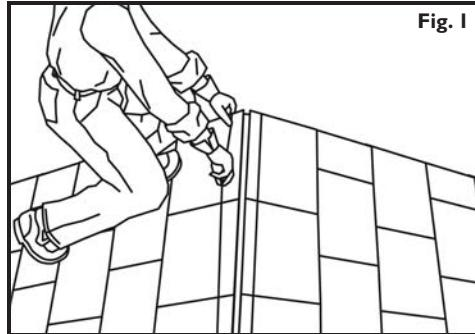

Fig. 1
1. Using a chalk line, mark out 1" on both sides of the ridge as a guide for cutting a slot in the top of the ridge. **See Fig. 1.**
1. Trace líneas con tiza de modo de dejar 1 pulgada de cada lado de la cumbre y utilícelas como guía para cortar una ranura en su parte superior. **Consulte la Fig. 1.**